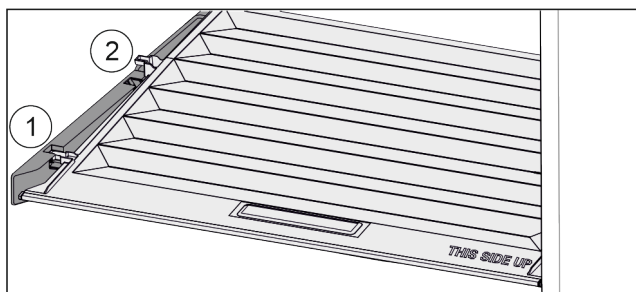

Fig. 46
- ▶ Pokrov povlecite naprej Fig. 46 (1) do odprtine v držalnih delih.
- ▶ Zadaj ga od spodaj dvignite in odstranite Fig. 46 (2) navzgor.